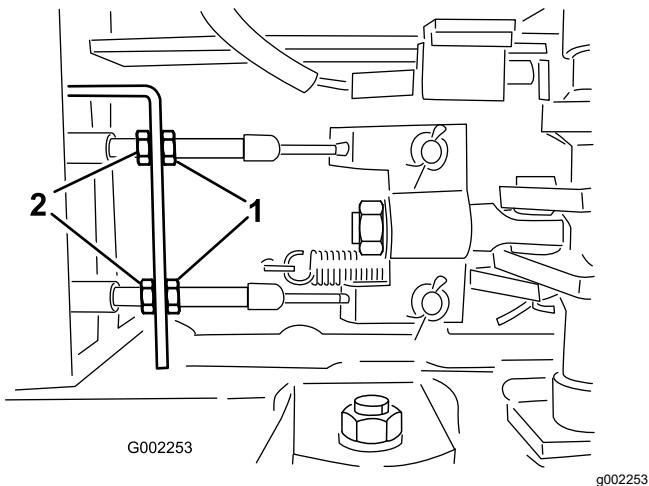

Figura 93
5. Desaperte as porcas de retenção dianteiras nos cabos dos travões por baixo da parte dianteira do pulverizador (Figura 93).
6. Aperte as porcas de retenção traseiras de forma idêntica até o pedal dos travões se deslocar entre 1 a 2,5 cm antes de se verificar qualquer resistência (Figura 93).